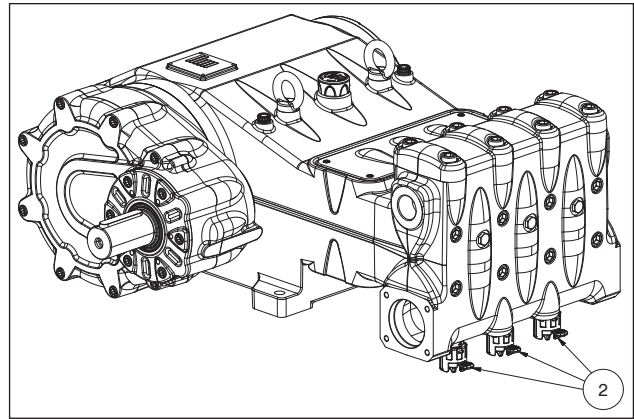
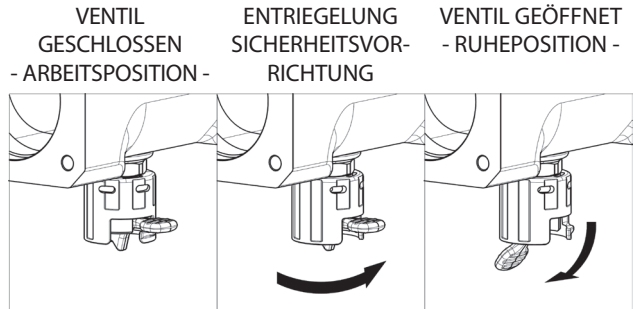

Abb. 9
Abb. 10
**Stellen Sie nach längerer Lagerung oder Stillstand die Funktionstüchtigkeit der Saugventile wieder her, indem Sie die drei Ventilheber öffnen (siehe Pos. ② Abb. 9). Schließen Sie die Ventile vor Start der Pumpe wieder. Für die „Arbeits“- und „Ruhe“-Positionen siehe Abb. 10.**